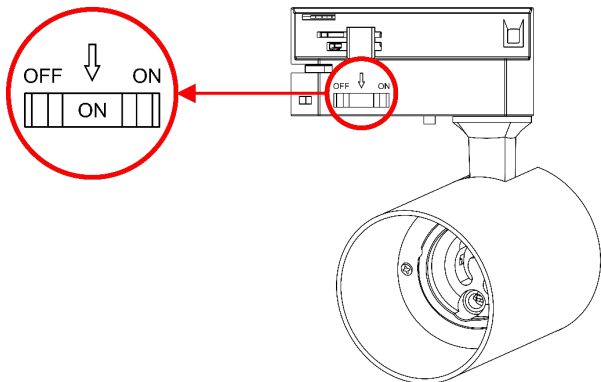

Fig. 09
05) Sélectionnez MARCHE à l'aide de l'**interrupteur d'alimentation (05)** (voir fig. 09).